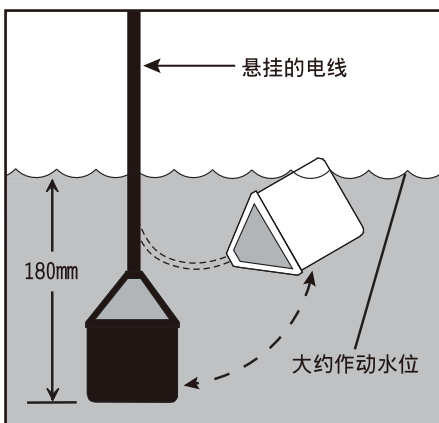
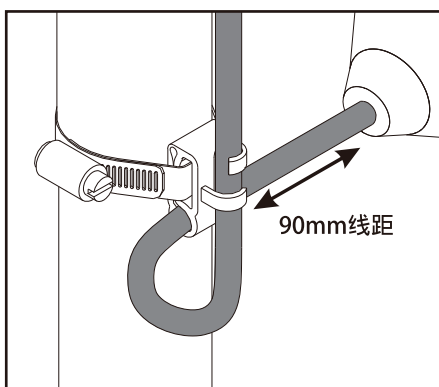

图2 - 内部有配重的浮球
图3 - 扣环安装说明
3. 将浮球开关安装在适当的水位，如图2/图3所示。务必确认浮球在自由浮动的范围，不会触及其他浮球及桶内的其他设备。
4. 将电线装入线夹，如图3。
5. 定位线夹在所需要作动的高度并固定在排水管上，如图3所示。